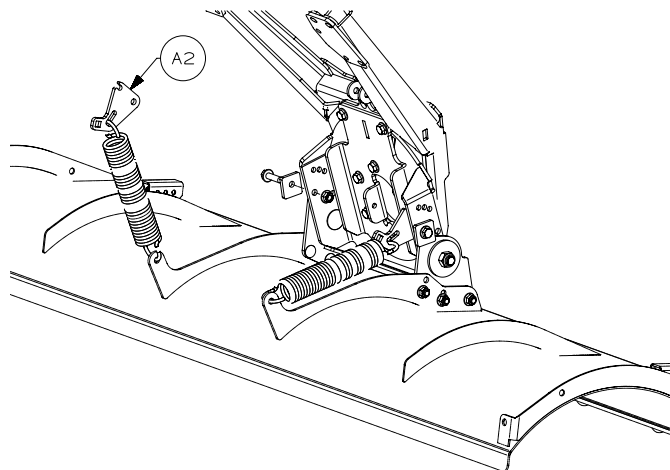
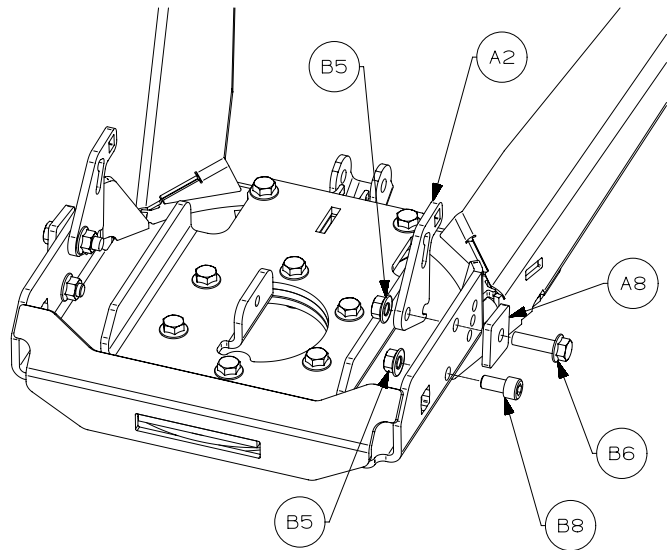

Abbildung 3
Abbildung 4
5. Die Schubstange muss sich nach vorne um die Muffe herum drehen können. Installieren Sie die Pflugfedern auf der Schar und der Federaufhängung (A2) auf Federn, wie in Abbildung 3 dargestellt.
6. Positionieren Sie die Federaufhängungen (A2) innen und die Stopplöcke (A8) außen am Rahmen, indem Sie die Befestiger (B5, B6) lose anbringen. Befestiger nicht festziehen. Die Stopplöckbefestiger sollten locker genug sein, damit sich die Stopplöcke über die Rippenbefestigungsplatten hinaus bewegen können (A6). Siehe Abbildung 3 und Abbildung 4 (Federn und Schar zwecks Übersichtlichkeit nicht dargestellt).
8. Installieren Sie die Befestiger (B5, B8) an der Schubstange. Ziehen Sie die Befestiger auf die angegebenen Drehmomente fest. Siehe Abbildung 4.